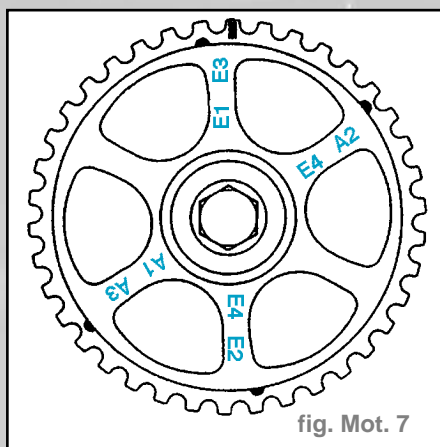

fig. Mot. 7
Attention : Le pignon d'arbre à cames possède cinq repères, seul le repère de forme rectangulaire sur la face d'une dent représente le PMH. Les autres repères servant au réglage des culbuteurs (fig. Mot. 7).
- Tourner le vilebrequin dans le sens des aiguilles d'une montre (vue côté distribution), pour arriver au premier repère (fig. Mot. 7).
Attention : Le pignon d'arbre à cames possède cinq repères, seul le repère de forme rectangulaire sur la face d'une dent représente le Point Mort Haut ; les autres repères servant au réglage des culbuteurs (fig. Mot. 7).